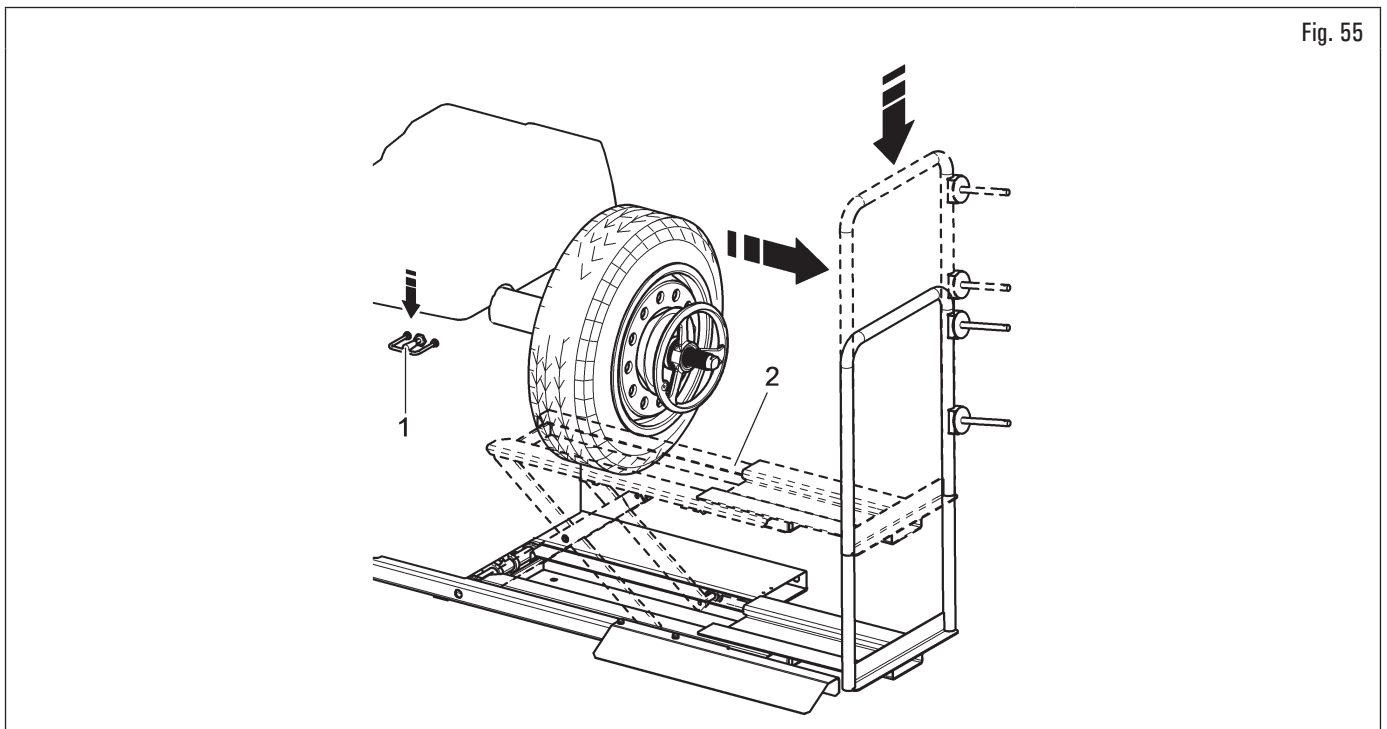

Fig. 55
6. bajar el mando del elevador (Fig. 55 ref. 1) y bajar la plataforma (Fig. 55 ref. 2).